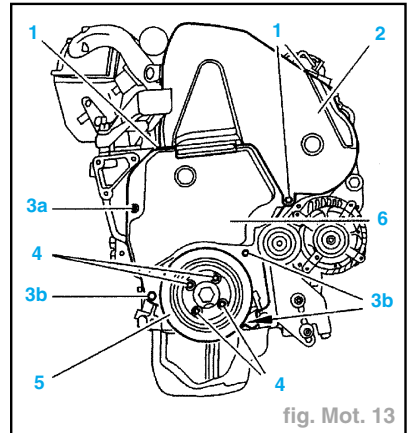

fig. Mot. 13
- les vis (1) (fig. Mot. 13),
- le carter supérieur de distribution (2),